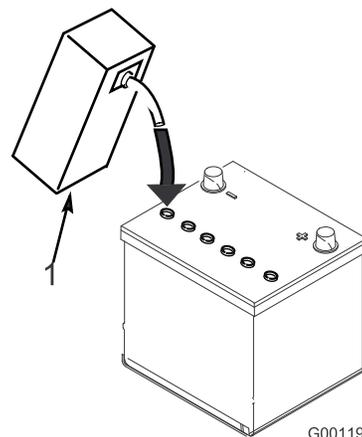

Рисунок 6
- Осторожно заливайте электролит в каждую ячейку до уровня над пластинами примерно 6 мм (Рисунок 6).
- Подождите примерно 20–30 минут, пока электролит не впитается в пластины. При необходимости доливайте электролит до уровня, не достигающего примерно на 6 мм до низа заливочного отверстия (Рисунок 6).